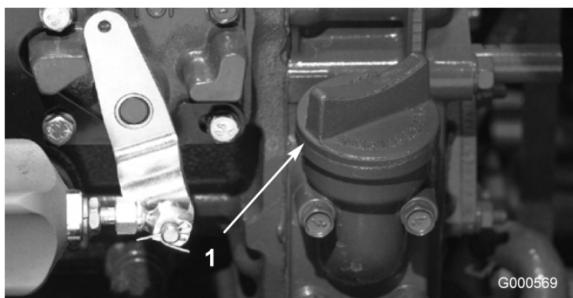

Figura 12
4. Si el nivel de aceite está por debajo de la marca FULL, retire el tapón de llenado (Figura 12) y añada aceite hasta que el nivel llegue a la marca FULL. No llene demasiado.